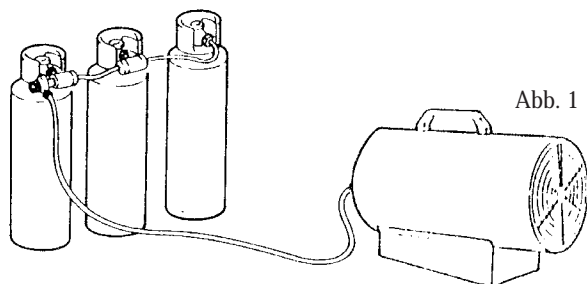

Abb. 1
- Um diesen Vorgang zu vermeiden oder zu verringern, eine größere Flasche oder mehrere miteinander verbundene Flaschen verwenden (Abb.1).